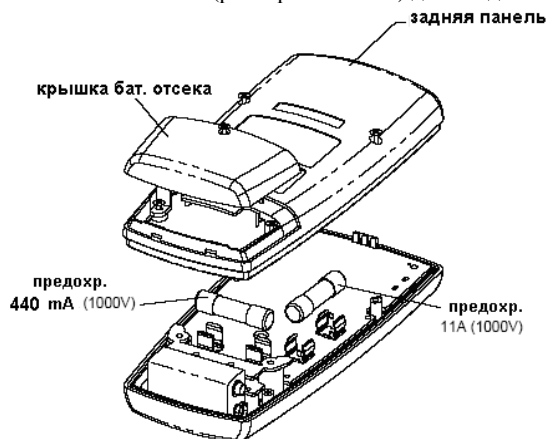

Рис. 9.1
2. Отвинтить крепежные винты и снять крышку батарейного отсека и заднюю панель (рис.9.1)